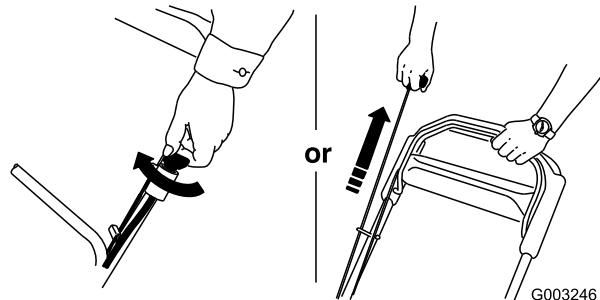

Figura 20
- Per avviare il motore, servirsi della chiave di accensione (solo modello 20796) o dell'avviatore autoavvolgente (Figura 20).